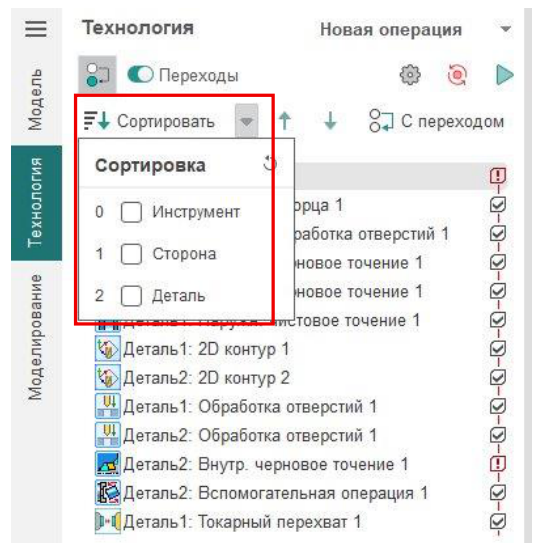

Рис. 16-5. Опции команды сортировки.
На порядок операций оказывает влияние кнопка **Сортировка** (7). Причем в режиме Технология надо, чтобы в выпадающем списке параметра **Сортировать** не была включена ни одна опция (рис. 16-5).